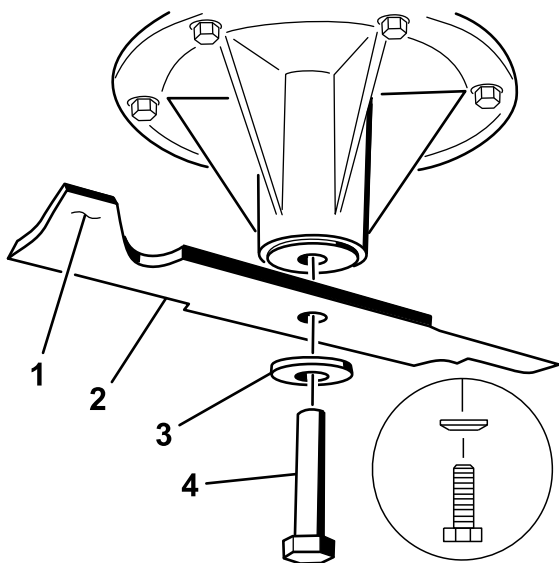

Figure 106
1. Placez la lame sur l'axe (Figure 106).
2. Installez la rondelle élastique et le boulon de la lame (Figure 106).
**Remarque:** Le cône de la rondelle élastique doit être dirigé vers la tête du boulon (Figure 106).